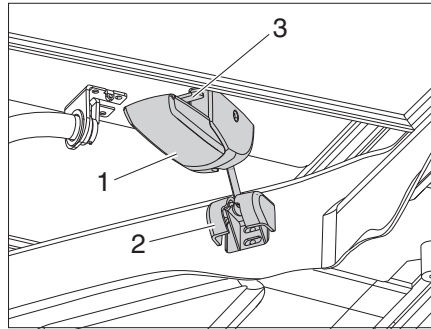

Fig. 44 Sbloccaggio dei bloccaggi
- Spingere la leva di sicurezza (Fig. 44,3) verso l'alto e contemporaneamente abbassare il bloccaggio (Fig. 44,1) a sinistra e a destra.
- Estrarre il perno (Fig. 44,2) dall'alloggiamento.